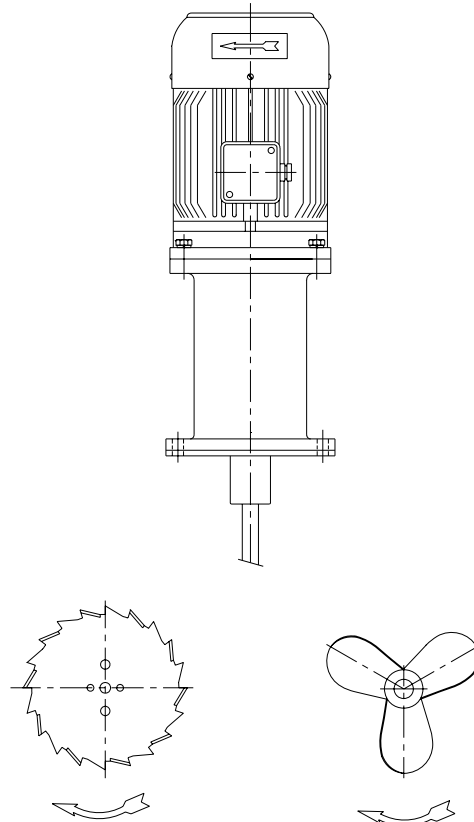

Figure 5,1
- Vérifier que le sens de rotation de l'hélice est correct (sens de rotation horaire vu du côté de l'actionnement). Voir figure 5,1.